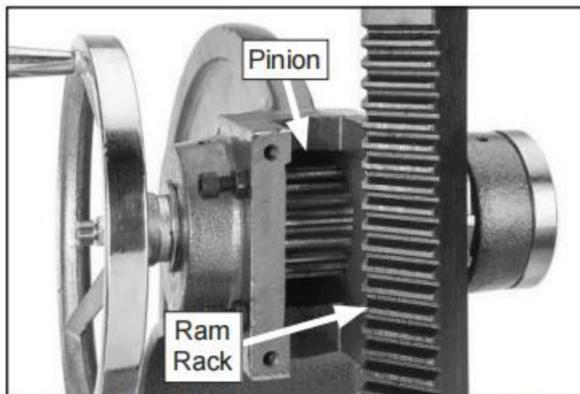

Figure 11. Ram rack and pinion exposed after removing front plate.
1. Zdejmij przednią płytę, a następnie wyjmij tłok, aby odsłonić zębatkę i listwę zębatą. (patrz rysunek 11).